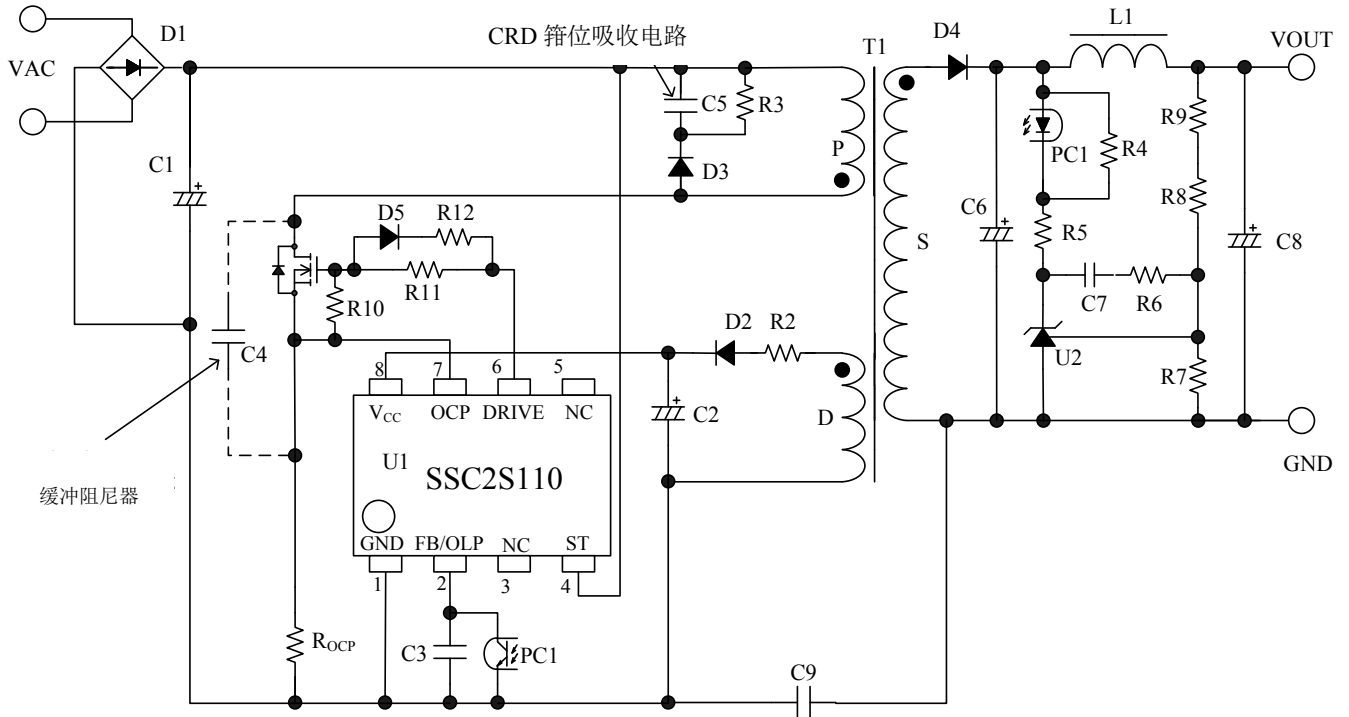
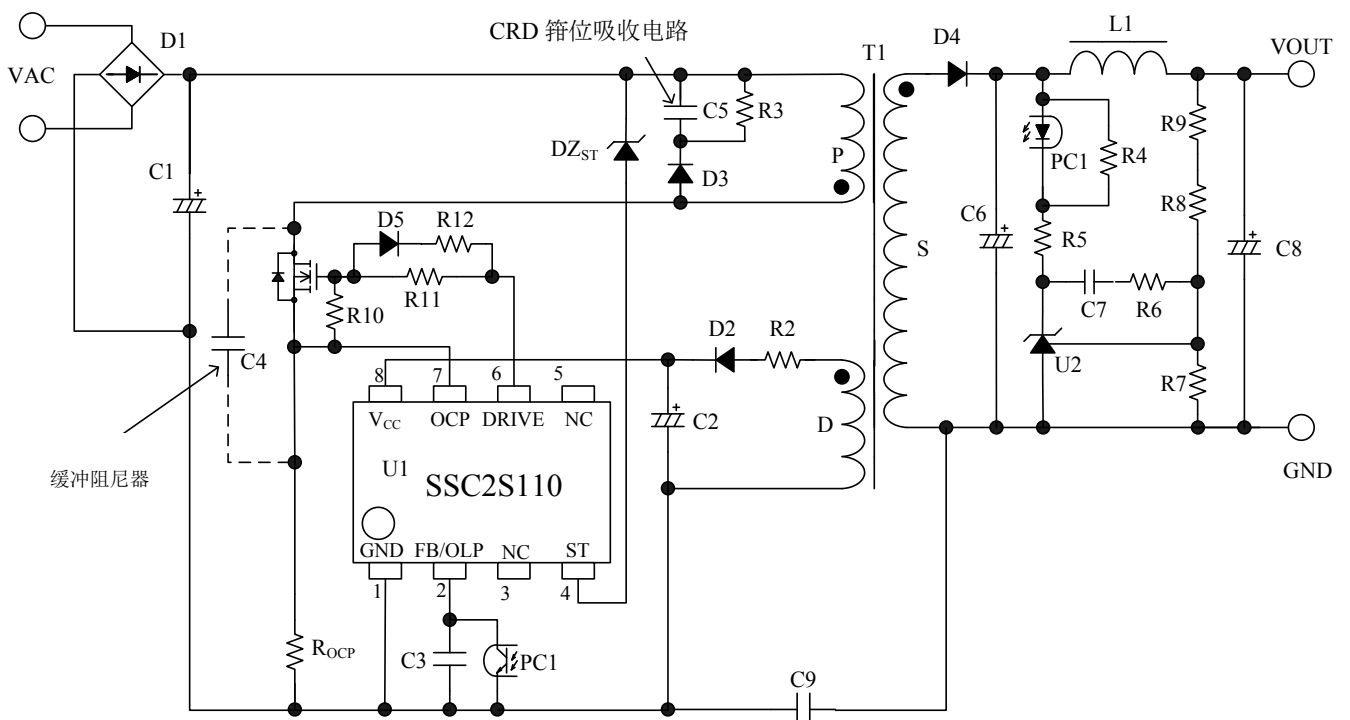

图 6-1 应用电路实例 1
图 6-2 应用电路实例 2 (启动电压变化)
- 应用电路实例如图 6-1。当希望将最低启动电压设定为高于 $V_{ST(ON)} = 21V (MAX)$ 时，可如图 6-2 将 DZ_{ST} 串联追加在 ST 端子，连接在输入电容后段。